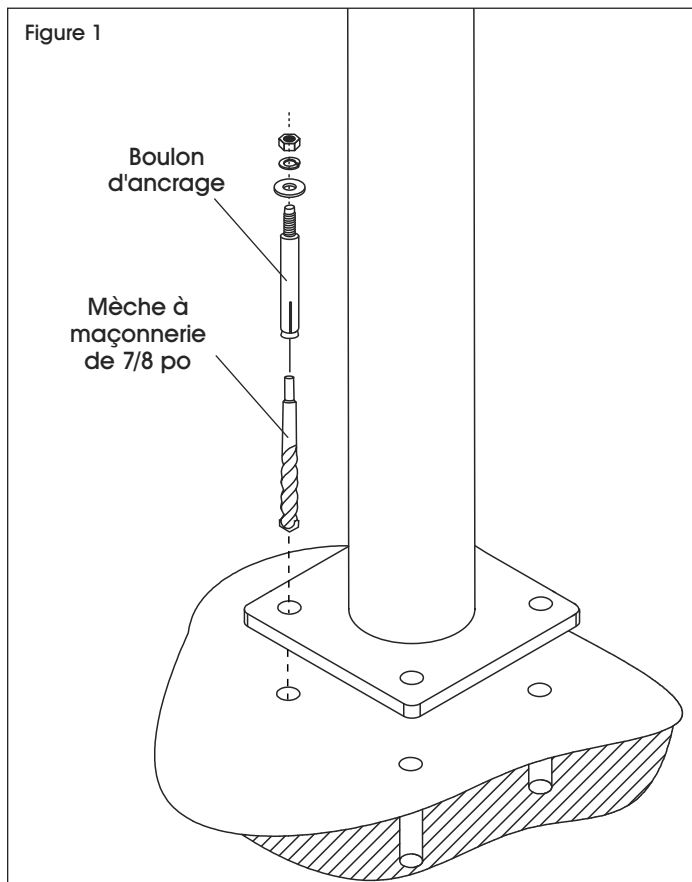

Figure 1
2. Using a 7/8" diameter masonry drill bit, drill a hole approximately 5" deep into the floor. (See Figure 1)
2. Percez un trou d'environ 5 po de profondeur dans le plancher avec une mèche à maçonnerie de 7/8 po de diamètre. (Voir Figure 1)